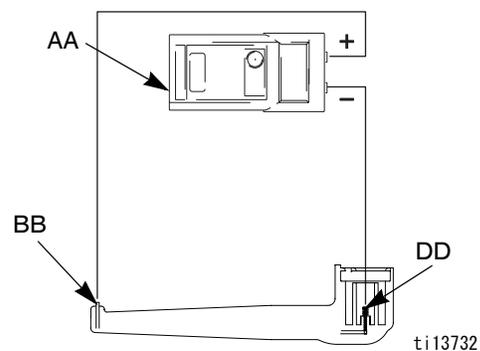

図 10. 充電用プローブの電気抵抗テスト
充電用プローブ (DD) 中の金属スプリングと充電用プローブ端 (BB) の間の電気抵抗を測ります (図 10 ご参照下さい)；値は 15 ~ 30 メガオームである必要があります。範囲外の場合、充電用プローブに交換します。範囲内の場合、低い連続性の想定しうる原因を調べるためにスプリングとバレルソケットを点検します。充電用プローブを再度組み立てて、そしてガン電気抵抗を再びテストします。